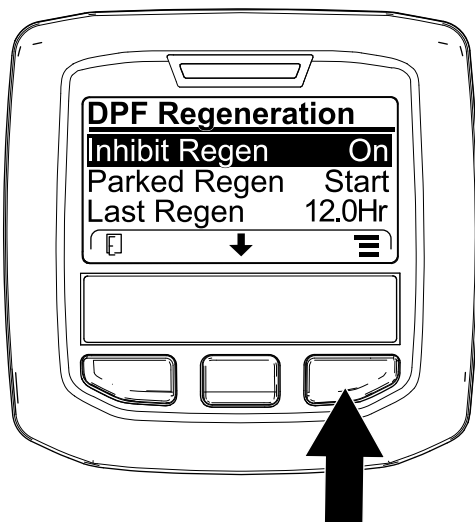
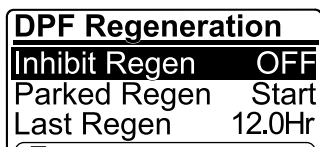

Figura 41
Figura 42
1. Aceda ao menu Regeneração do DPF, prima o botão central para ir até à opção INIBIR REGENERAÇÃO e prima o botão direito para selecionar a entrada Inibir regeneração (Figura 41).
2. Prima o botão direito para alterar a definição da Inibição da regeneração de Ligar para Desligar (Figura 41) ou de Desligar para Ligar (Figura 42).